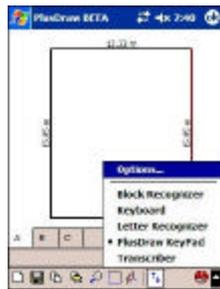
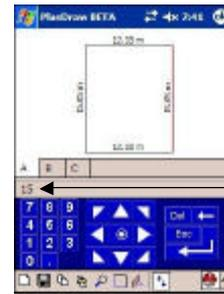

Abb. 25
Abb. 26
-  Ein/Ausschalten der Hilfe/Status-Leiste. Die Statusleiste zeigt Messeingaben bei Verwendung der PlusDraw Tastatur (Abb. 26).
Nach Auswahl einer Linie, durch Antippen des Menüsymbols die Optionenliste aufrufen (*Abb. 25*). Aus den vorhandenen Optionen PlusDraw KeyPad auswählen. Es erscheint die Tastatur und die Zeichnung wird auf die maximale Größe der Zeichenfläche eingestellt (*Abb. 26*).